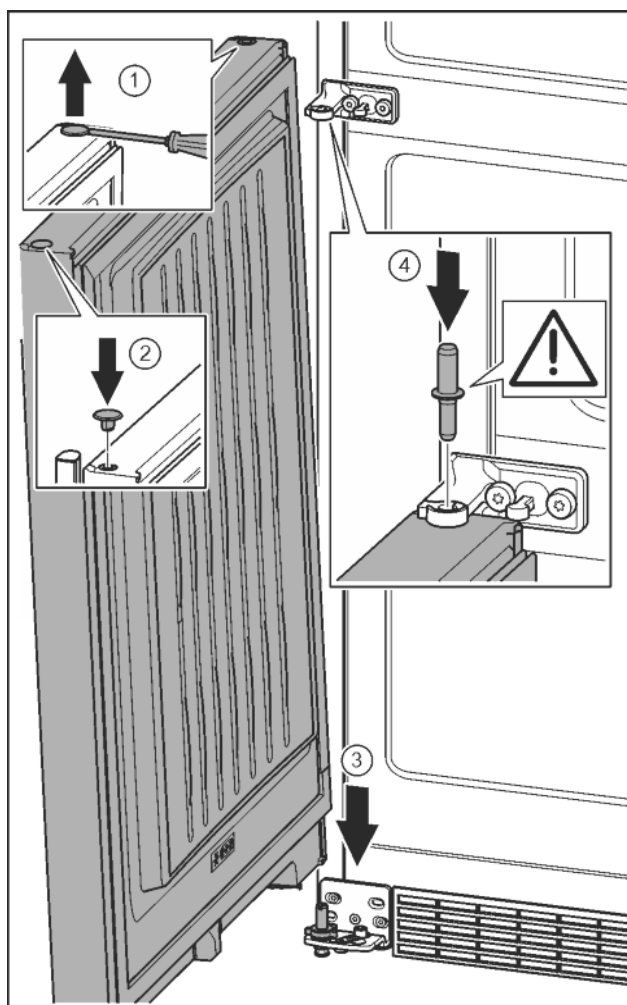

Fig. 22
- ▶ Осторожно приподнять шлицевой отверткой заглушку и извлечь ее. Fig. 22 (1)
- ▶ Заглушку снова вставить с другой стороны. Fig. 22 (2)
- ▶ Установить дверь сверху на нижний опорный палец. Fig. 22 (3)
- ▶ Вставить средний опорный палец через средний опорный кронштейн в нижнюю дверь. При этом следить за тем, чтобы выступ фиксатора был направлен назад. Fig. 22 (4)